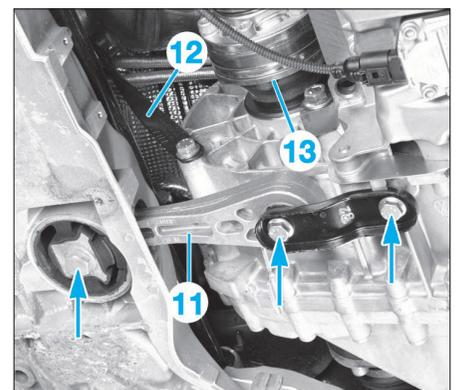

FIG. 6
- Déposer le tirant anti-basculement (11) de la boîte de vitesses (Fig.6).